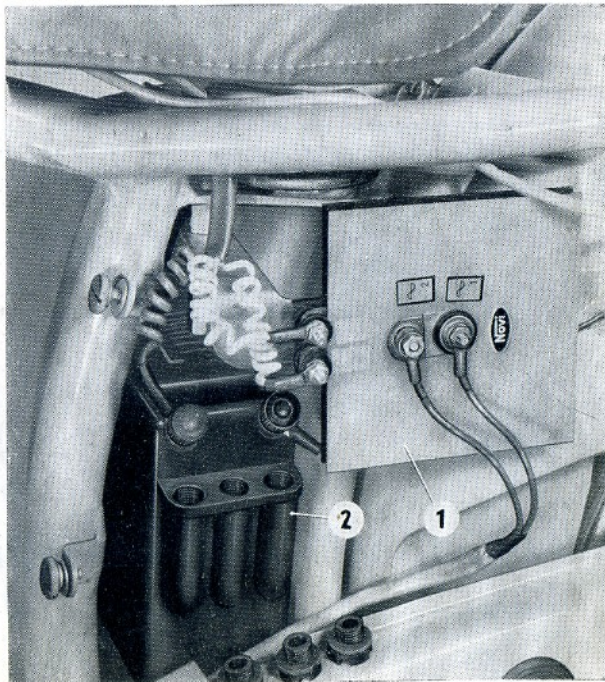

FIG. 4
Z 23 - L'ensemble de l'éclairage de ce modèle est fourni par la batterie (N° 2, fig. 4) dont la recharge est assurée par une cellule redresseuse
double (N° 1, fig. 4). Cette cellule redresse soit par une seule alternance en position "O" et ville le courant passant par la régulatrice (4,2), soit les deux alternances sur les positions route. Dans ce dernier cas, le courant maximum de charge est de 6 ampères. L'inverseur (9) du guidon permet d'avoir, avec le commutateur (10), les positions suivantes :
Vérifier souvent le niveau surtout en été, il doit affleurer les 3 orifices de remplissage (N° 2, fig. 4). S'il y a lieu, ajouter de l'eau distillée seulement (l'acide ne s'évapore pas). Graisser les bornes, après les avoir nettoyées.